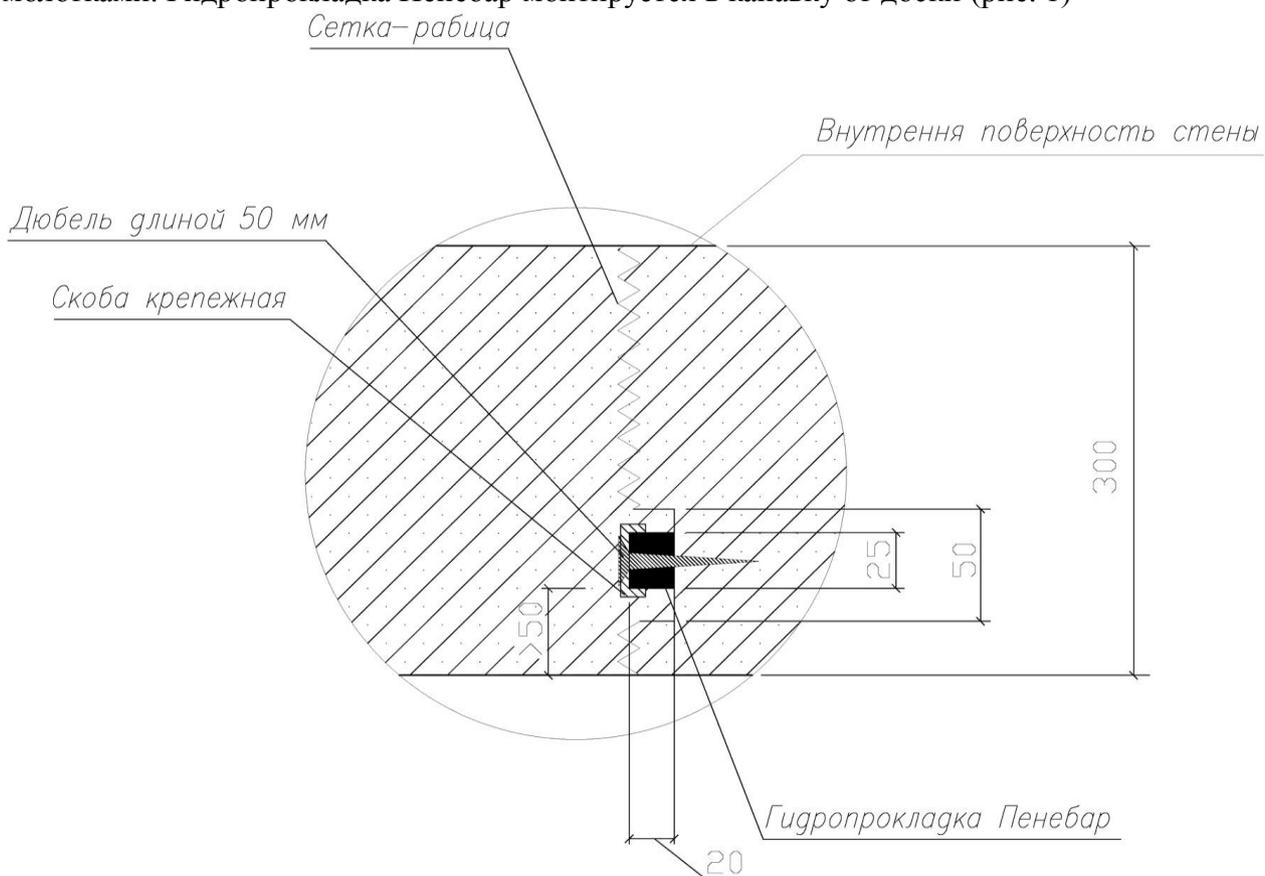

Рисунок 1 – Схема установки гидропрокладки «Пенебар» в вертикальных рабочих швах
2. После снятия опалубки доска вместе с участком сетки-рабицы удаляется отбойными молотками. Гидропрокладка Пенебар монтируется в канавку от доски (рис. 1)